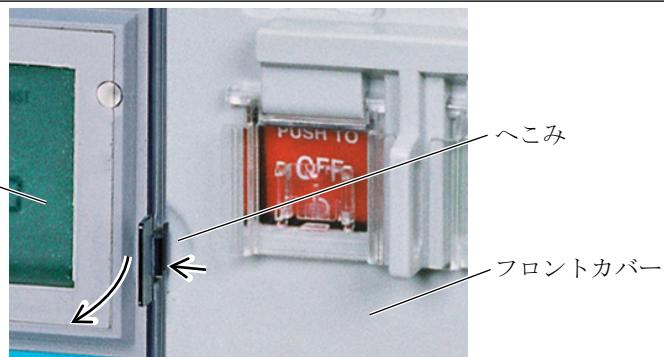

図32 OCRカバー
- 1) 図32に示すOCRカバーの右端のフロントカバーへこみに指を入れ、OCRカバーを左に押して開き止めの掛けを外し、OCRカバーを開きます。OCRカバー施錠時は、開錠してからOCRカバーを開きます。